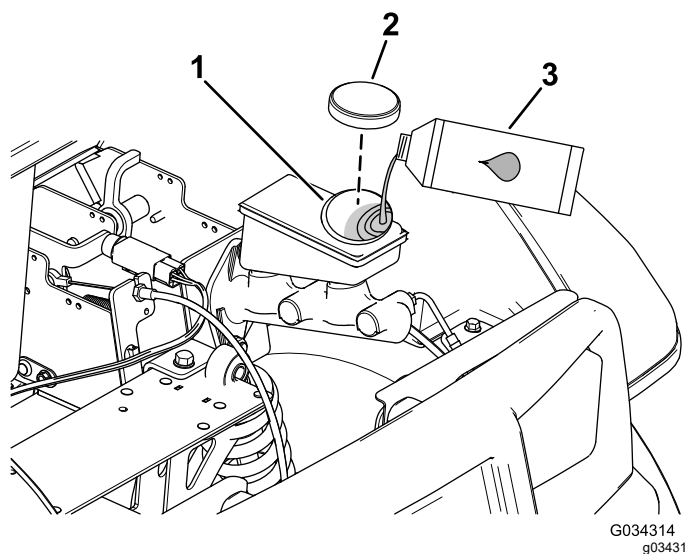

Figura 61
4. Eleve el capó para acceder al cilindro del freno principal y al depósito (Figura 61).
- Limpie la zona alrededor del tapón del depósito y retire el tapón (Figura 61).
- Coloque el tapón del depósito (Figura 61).